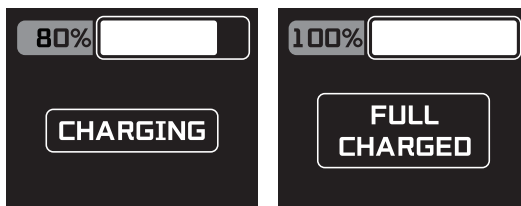

Figura 4.3.3.6
(11) Visualizzazione dello stato di carica della batteria (come mostrato nella Figura 4.3.3.6)